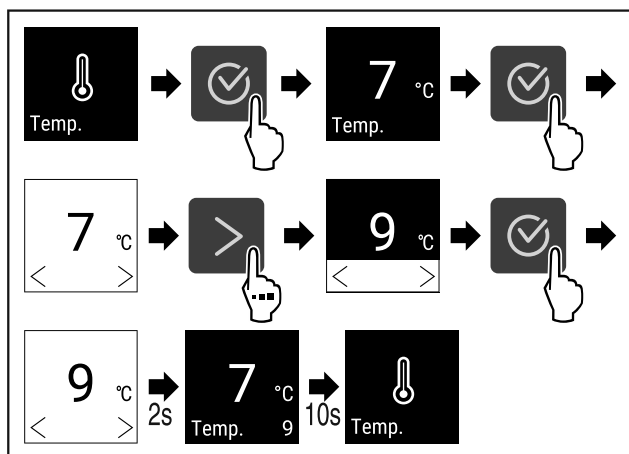

Fig. 34 Промяна на температурата от 7°C на 9°C
- ▶ Изпълнете стъпките (виж Fig. 34).